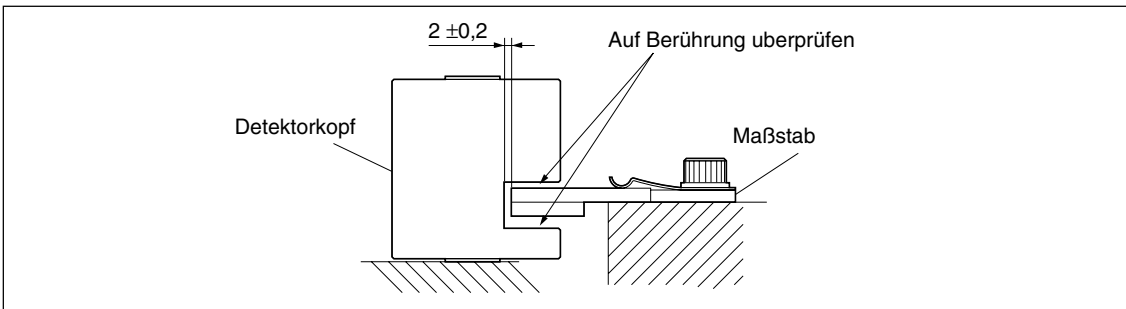

Abb. 3-19
- 4 Stellen Sie sicher, daß kein Kontakt zwischen Maßstab und Detektorkopf besteht, und daß ein Abstand von  $2 \pm 0,2 \text{ mm}$  vorhanden ist, wie in Abb. 3-19 gezeigt.